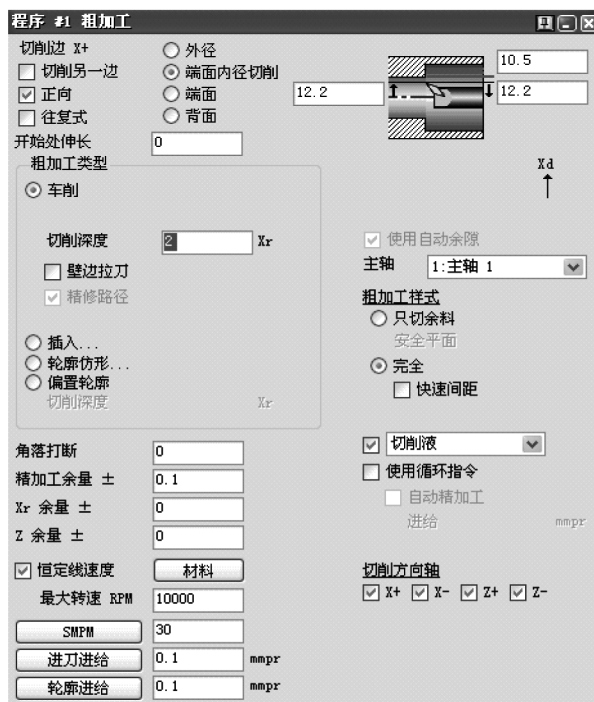

图 6-8 粗车程序
3) 第一个工序为#3 刀具的粗车程序，如图 6-8 所示。